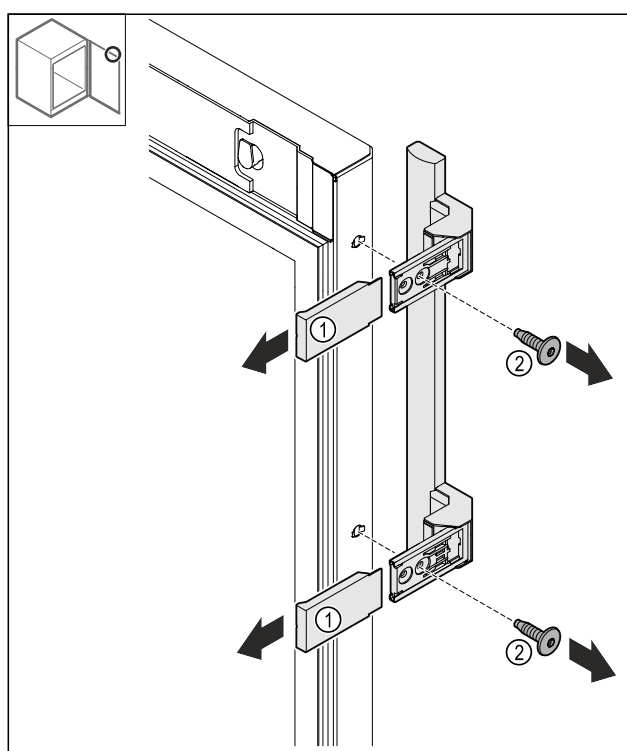

Fig. 15
- Afdekkingen Fig. 15 (1) wegtrekken.
- Schroeven Fig. 15 (2) losmaken.